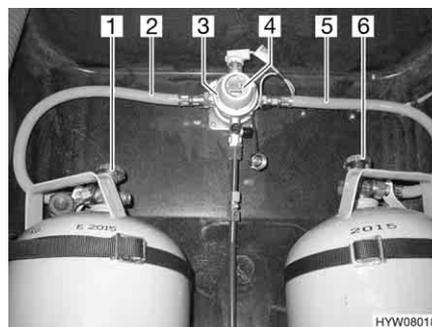
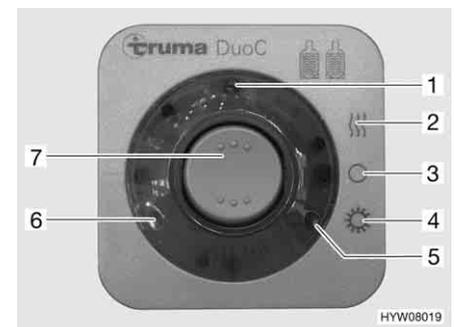

Fig. 84 Instalación de conmutación DuoControl
Fig. 85 Unidad de mando
La instalación de conmutación DuoControl se compone de una válvula selector (Fig. 84,3) y la unidad de mando (Fig. 85). La válvula selector está montada entre las gomas del gas (Fig. 84,2 y 5). Con el botón giratorio (Fig. 84,4) en la válvula selector se puede determinar cuál de las bombonas de gas se utilizará como bombona de servicio y cuál bombona de gas como bombona de reserva.
En la unidad de mando (Fig. 85) únicamente pueden conmutarse las funciones eléctricas. Las llaves de paso principales de las bombonas de gas (Fig. 84,1 y 6) deben abrirse a mano.
La válvula selector garantiza una presión de gas constante independientemente de cuál sea la bombona de gas que suministre el gas. Las dos luces de control en la unidad de mando indican el nivel de llenado de la bombona de servicio. Al estar encendida la luz de control verde (Fig. 85,6), estará llena la bombona de servicio. Al estar encendida la luz de control roja (Fig. 85,5), estará vacía la bombona de servicio. Entonces, el suministro de gas se realizará a través de la bombona de reserva.
- Abrir las llaves de paso principales en las bombonas de gas (Fig. 84,1 y 6).
- Con el botón giratorio (Fig. 84,4) en la válvula selector (Fig. 84,3), seleccionar la bombona de gas de la que habrá de tomarse el gas principalmente (bombona de servicio). Girar el botón giratorio siempre hasta el tope.
- Conectar la instalación de conmutación DuoControl en la unidad de mando (Fig. 85). Para ello, ajustar el interruptor basculante (Fig. 85,7) en modo de invierno "On y calentar" (Fig. 85,2) o en modo de verano "On" (Fig. 85,4). Ahora, estará purgada de aire la válvula selector. La luz de control amarilla (Fig. 85,1) estará encendida al haber seleccionado el modo de invierno y estando conectado el deshelador de regulador.
- Poner el interruptor basculante (Fig. 85,7) en "O" (Fig. 85,3). La luz de control amarilla (Fig. 85,1) se apaga.
- Cerrar las llaves de paso principales en las bombonas de gas (Fig. 84,1 y 6).
Las luces de control en la unidad de mando (Fig. 85,5 y 6) señalizan en el interior del vehículo si la bombona de servicio está dispuesta para el funcionamiento.
En caso de que luz de control verde (Fig. 85,6) se apague durante el servicio y se encienda la luz de control roja (Fig. 85,5), estará vacía la bombona de gas seleccionada como bombona de servicio y deberá ser cambiada. La bombona de reserva seguirá suministrando gas a los consumidores de gas.